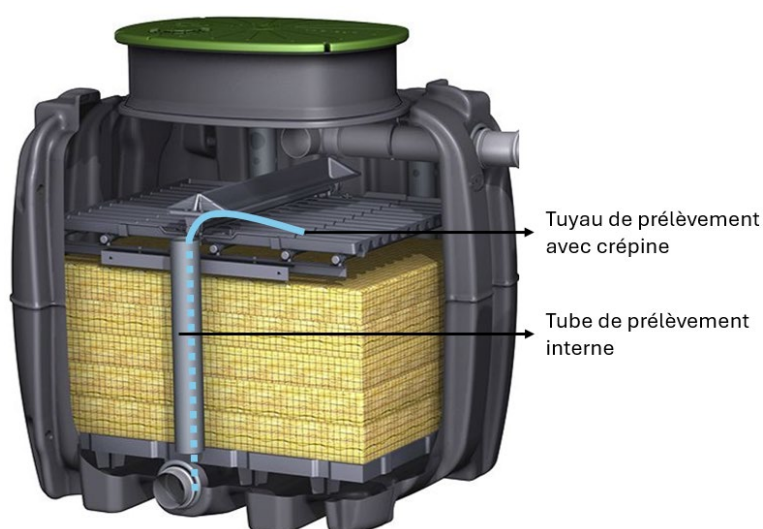

Fig. 60: Accès tube de prélèvement et insertion tuyau d'aspiration
1. Insérer le tuyau souple dans le tube de prélèvement de l'unité de traitement tel que présenté sur la Fig. 60.